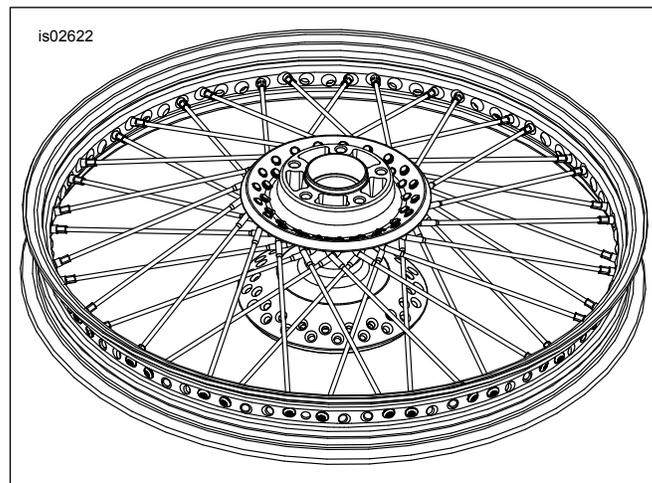

Figure 6. Installer les rayons intérieurs (roue de 21 pouces montrée)
5. Voir Figure 6. Insérer le premier rayon de la rangée **intérieure** dans le moyeu. Incliner le rayon dans le sens antihoraire en croisant **quatre** rayons de la rangée extérieure. Monter les écrous de rayons sans les serrer.